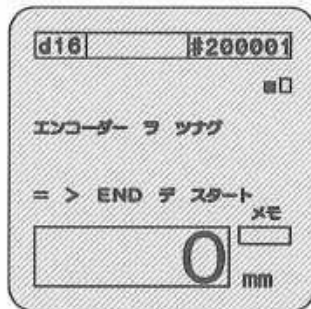

図45
- □ スキヤニングにカーソルを合わせSTARTキーを押してください。図45が表示されます。